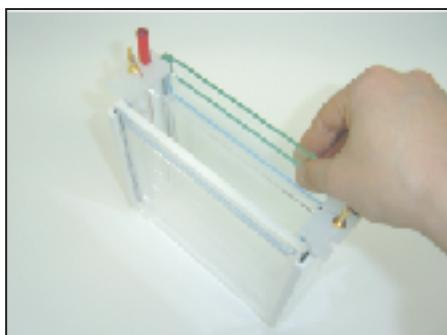

図 2
3. アッパーバッファーチャンバーの上からカセットホルダーの間に **Perfect NT Gel A** カセットの切り込みのある面が内側になるようにセットします。（図2）可動式カセットホルダ